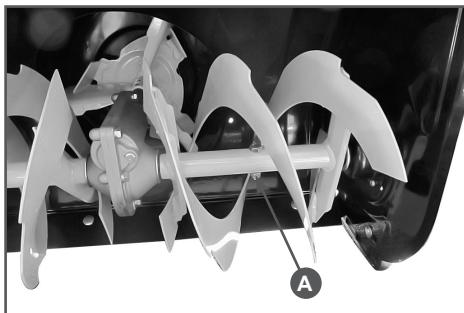

Рис.9 Замена срезного пальца шнека (A)
- Совместите отверстие в шнеке с отверстием в вале шнека. Вставьте новый срезной палец и закрутите гайку или (в зависимости от конструкции) установите шплинт Рис. 9.